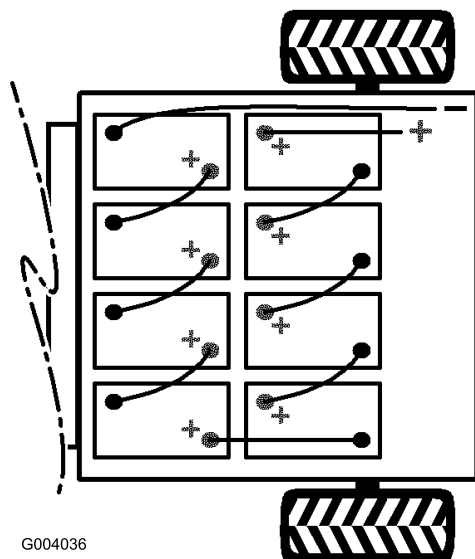

Figura 6
- Instale as baterias (gravura Figura 6).
Nota: Obs.: Preste atenção à polaridade das baterias quando trocar de baterias (Figura 6).
- Ligue as baterias umas às outras com os cabos próprios (gravura Figura 6). As pontas dos cabos de ligação não podem tocar em arestas vivas.
- Aperte o parafuso e fixe o outro lado do dispositivo de bloqueio com um parafuso novo (5/16 x 3/4 polegada) e porca flangeada (5/16 polegada) (Figura 6).
- Ligue o fio positivo comprido e vermelho das baterias ao veículo (Figura 6).
- Ligue o fio negativo comprido e preto das baterias ao veículo (Figura 6).